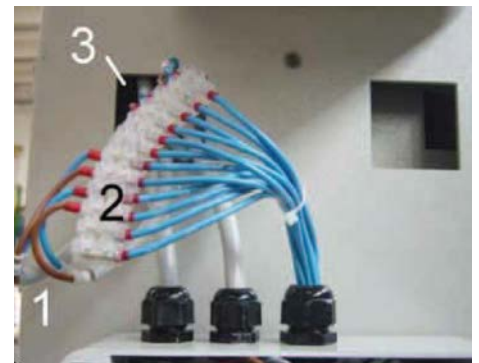

Fig. 15
- Verbind de kabel aan de verbindingsstrip (2 Fig.15), waarbij de kabels met de zelfde codering aan elkaar verbonden worden.